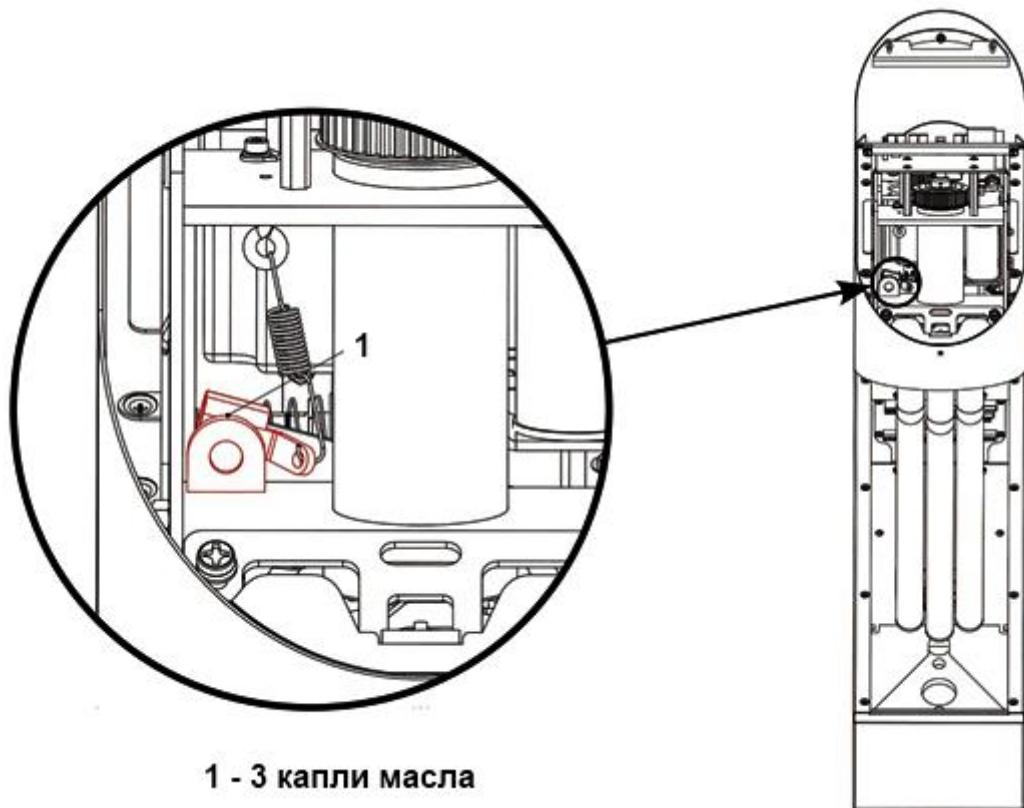

Рисунок 18 – Ось вращения рычага ролика
3.7.2 Рисунок 18 – смазать ось вращения рычага ролика.
Элементы этого узла расположены за рычагом ролика (Рисунок 18 – рычаг ролика).